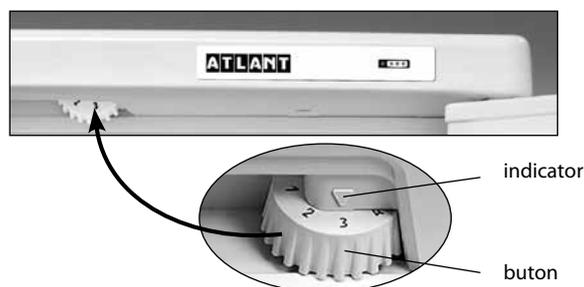

Figura 3 – Reglarea temperaturii
**1.4** Elementul de reglare a temperaturii din frigider, în conformitate cu Figura 3 este butonul de reglare a temperaturii (numit în continuare – buton), care se află sub masca frigiderului. Butonul se rotește în sensul acelor de ceasornic sau în sensul contrar al acestora și are diviziuni numerice. Diviziunea "1" corespunde celei mai joase setări de temperatură (răcire minimă) în camera frigorifică, diviziunea "7" – celei mai înalte setări de temperatură (răcire maximă). Pentru a regula temperatura, fixați diviziunea butonului sub indicator.
Deschideți ușa CF și fixați sub indicator diviziunea "2" a butonului. Închideți ușa CF. Pentru setarea temperaturii optime pentru păstrarea produselor în camera frigorifică, efectuați reglarea cu ajutorul butonului în conformitate cu figura 3. În cazul dacă după ajustarea sau schimbarea condițiilor de exploatare compresorul a început să funcționeze continuu, este necesar de a roti rola în direcția reducerii decalajului digital până când se fixează cu clic în termostat. După ajustare temperatura în frigider se menține în mod automat.